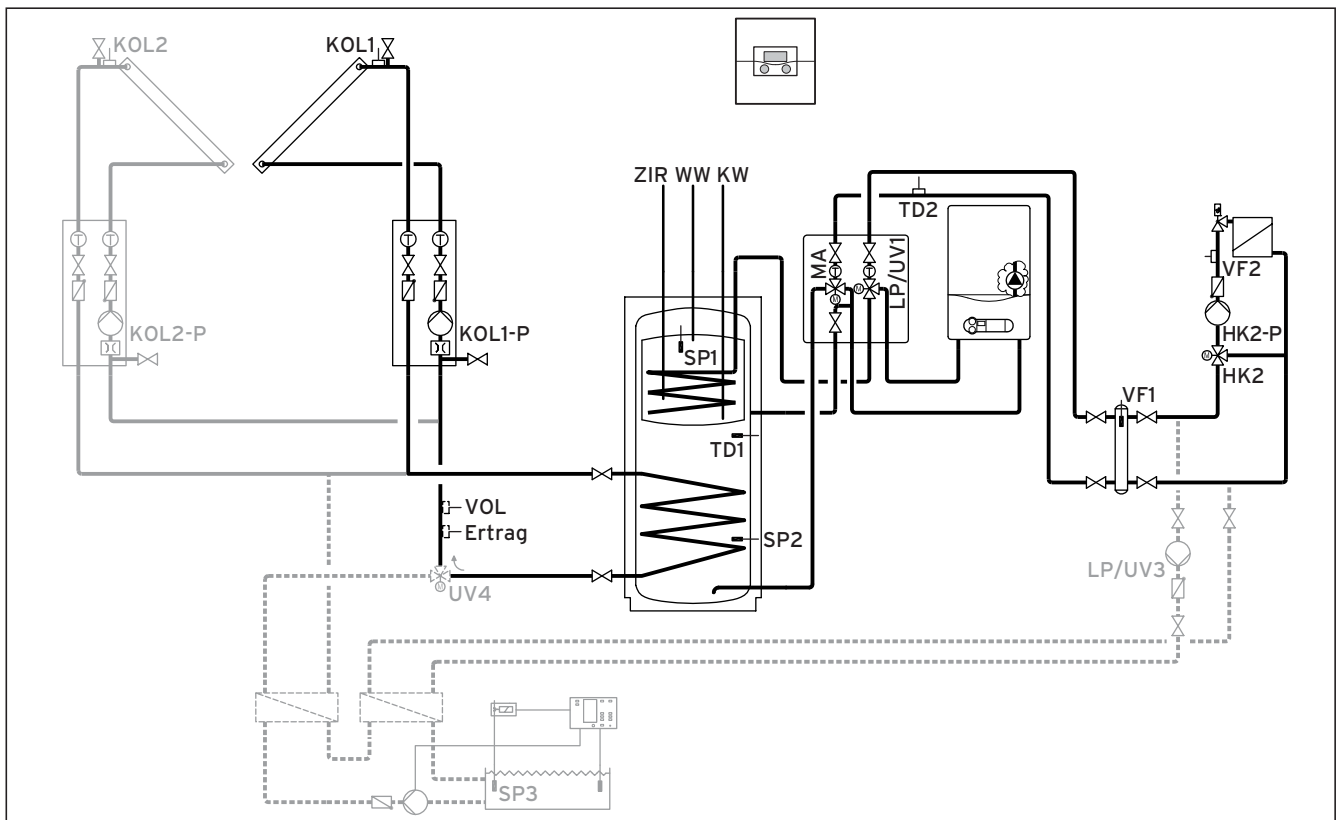

Fig. 5.3 Schéma hydraulique 1
- Procédez au câblage de raccordement de l'appareil de chauffage comme décrit à la fig. 5.3. La conduite eBUS (au moins 2 x 0,75 mm²) doit être mise en place côté paroi.